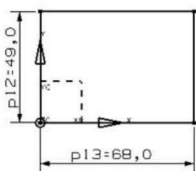

图 1.4 绘制矩形
(3) 运用草图功能绘制矩形如图 1.4 所示草图。单击草图工具中的“矩形”按钮,选择坐标系原点为矩形左下角角点,移动鼠标,选择右上角角点则单击屏幕右上方空白处,产生矩形。单击“自动判断尺寸”按钮,选择矩形水平边线,输入“68”,回车。选择矩形垂直边线,
输入“49”,回车。从而约束矩形的长为68、宽为49,如图1.4所示。